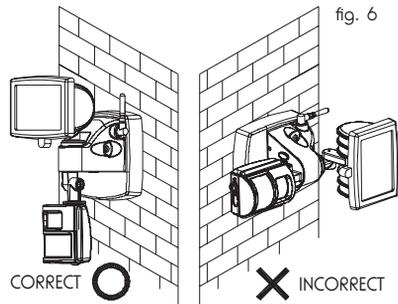

fig. 6
- Dans le montage au mur le système doit être installé verticalement et NON horizontalement (fig.6):